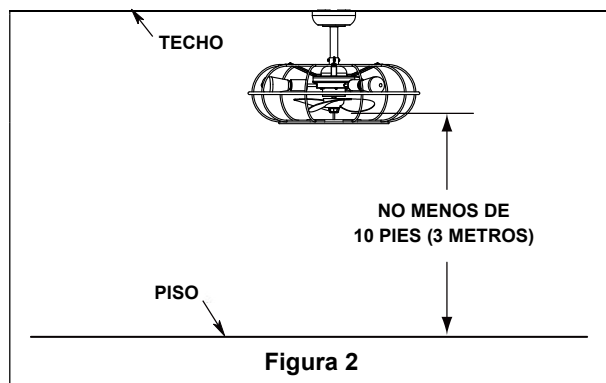

Figura 2
## Uso de perfil profundo (Figura 2)
- Retire la presilla y el pasador de horquilla de la parte inferior del tubo bajante. Conserve el pasador y la presilla para volver a instalarlos en el paso 4. (Figura 2)
El ventilador debe colgarse a una altura de al menos 10 pies (3 metros) del piso. (Figura 2)
Para evitar posibles descargas eléctricas, asegúrese de que la electricidad esté desconectada en la caja de fusibles principal antes de cablear. (Figura 2)
- Alinee las dos ranuras abiertas de forma ovalada en la parte inferior de la tapa de tornillos de la marquesina con las dos cabezas de los tornillos de hombro en la marquesina. Presione hacia arriba la tapa de tornillos de la marquesina hasta que las cabezas de los tornillos encajen en las ranuras y gire la tapa de tornillos en el sentido de las agujas del reloj hasta que se fije correctamente a la parte inferior de la marquesina. (Figura 2)
- ❑ Restablezca el suministro eléctrico a la caja eléctrica conectando la electricidad en la caja de fusibles principal. (Figura 2)